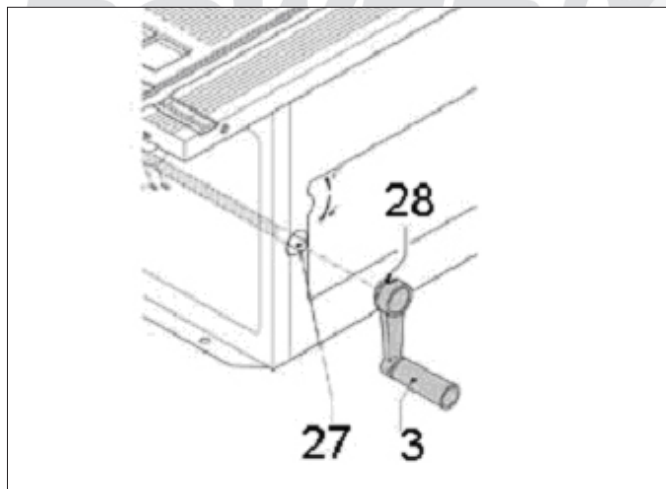

Fig. 6
Sätt handtaget för inställning av geringsvinkeln (3) på axeln (27), och skruva fast det med skruven (28) enligt vad som visas i Fig. 6.